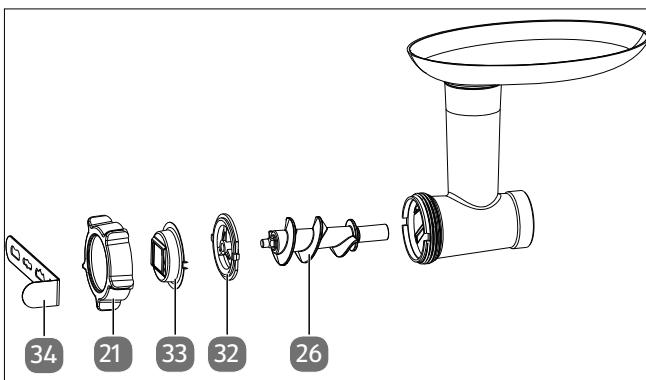

Fig. 17 – Accessori per preparazione di biscotti
- ▶ Per la realizzazione di biscotti con l'impasto per biscotti, montare in sequenza il supporto e la trafile per biscotti nonché la guida elicoidale per trafile per biscotti come mostrato (vedere Fig. 17).